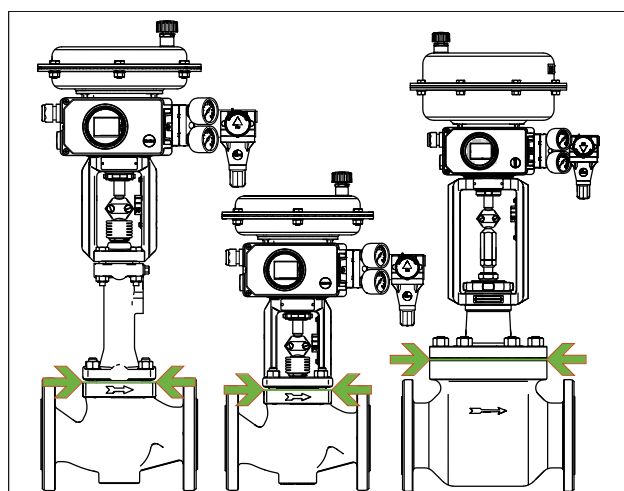

Fig. 13: Isoleringsgräns för reglerventiler (exempel visas)
- ⇒ Isolera endast reglerventiler upp till huvflänsen på ventilhuset (se Fig. 13). Detta gäller även för versioner med bälg tätning eller isolerande del vid medeltemperaturer under 0 °C eller över 220 °C. Om den isolerande sektionen är isolerad, fungerar den inte korrekt.